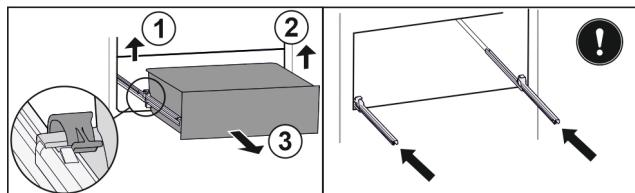

Fig. 136
- ▶ Приподнимите левый зажим и одновременно вытяните движением вперед выдвижной ящик слева. Fig. 136 (1)
- ▶ Приподнимите правый зажим и одновременно вытяните движением вперед выдвижной ящик справа. Fig. 136 (2)
- ▶ Извлеките выдвижной ящик движением вперед. Fig. 136 (3)